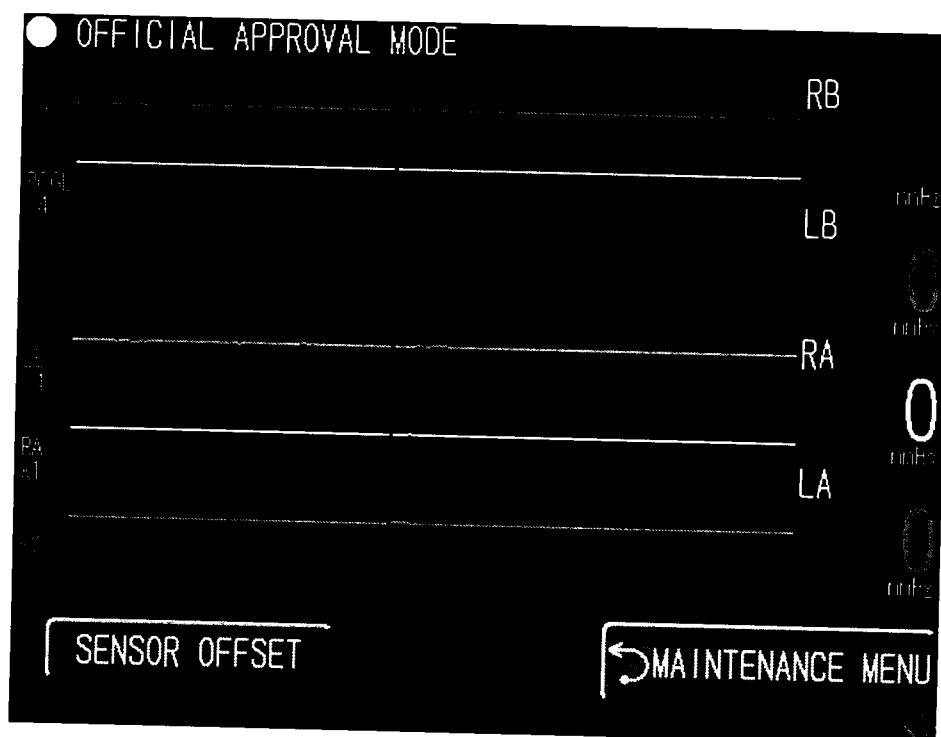

Рисунок 2 – Окно режим контроля погрешности измерений давления в манжетах
6.4.1.2 Включают сфигмометр клавишей «ONN/OFF». Клавишей MENU вызывают экран «Меню». Далее нажатиями навигационных сенсорных клавиш на экране сфигмометра переходят в режим контроля погрешности давления в манжетах («ПЕРВ.НАСТР./ОБСЛУЖ-Е» → «ОБСЛУЖИВАНИЕ» → «ОК» → «7.APPROVAL MODE») (рис. 2).